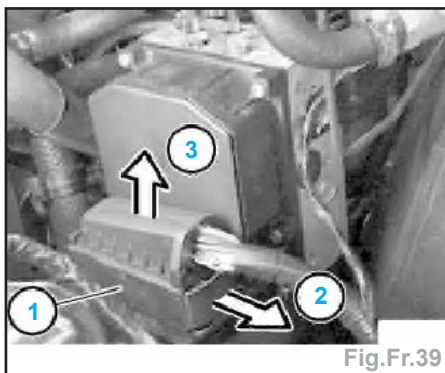

Fig.Fr.39
- Déverrouiller le connecteur (1) en tirant le verrouillage dans le sens (2) puis débrancher le connecteur (1) en le tirant vers le haut (3) (fig.Fr.39).